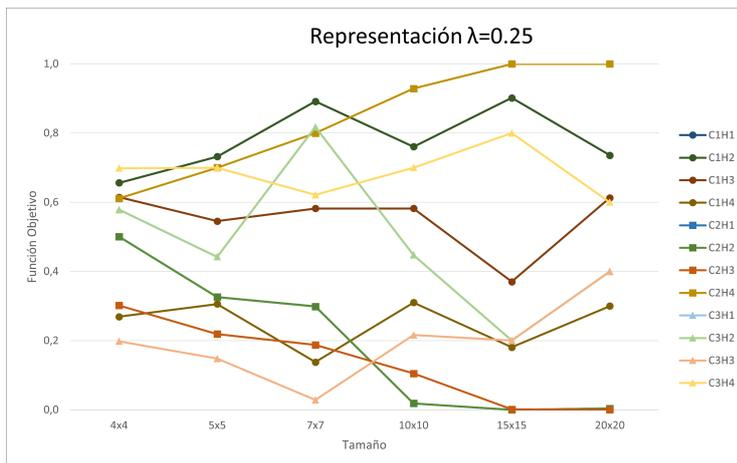

Figura 4.43 Representación RDI General $\lambda = 0,25$ (Elaboración propia).
- $\lambda = 0,25$ → Es el caso en el que se pondera con un 25% el valor del Core Idle Time y con un 75% el valor del Makespan. Tras visualizar la Figura 4.43, para tamaños inferiores a 7x7, la Heurística que proporciona mejores resultados es C3H3. Por otro lado, para instancias superiores, el C2H2 proporciona mejores valores.